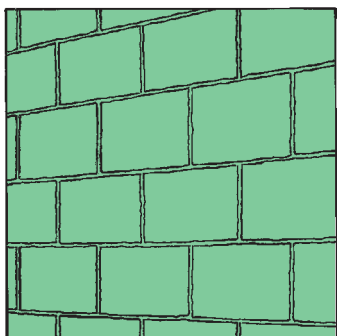

fig. 3.1.1
- Murature nuove in mattoni (fig. 3.1.1).